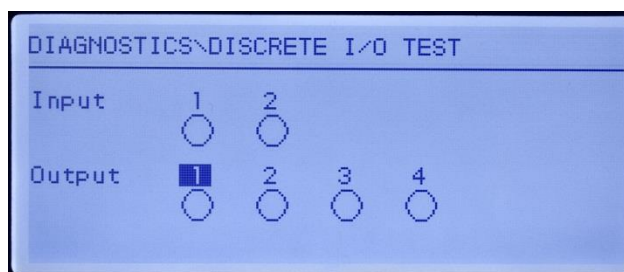

Figura 5-4: Pantalla de prueba de E/S discretas
- 2 Presione ENTER para ir a la pantalla de diagnóstico. Cuando vea la pantalla de prueba, el estado de entrada aparecerá en la parte superior de la presentación visual y el estado de salida aparecerá en la parte inferior (Figura 5-4). El enfoque se muestra primero en la salida 1.